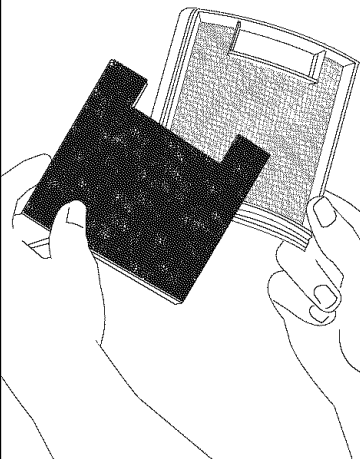

FIG. 16
**Step 3:** Remove foam from filter frame (FIG. 16). Shake filter frame and foam filter to remove excess dust. If necessary, the filter frame and foam filter can be rinsed in luke warm water and air dried.
**Étape 3 :** Retirez la mousse du cadre du filtre (FIG. 16). Secouez le cadre du filtre et la mousse pour enlever l'excès de poussière. Si nécessaire, le cadre du filtre et la mousse peuvent être rincés à l'eau tiède et séchés à l'air.
**Paso 3:** Quite el filtro de espuma (goma espuma) del armazón del filtro (FIG. 16). Sacuda el armazón del filtro y el filtro de espuma para quitar el exceso de polvo. De ser necesario, el armazón del filtro y el filtro de espuma pueden ser enjuagados en agua tibia y secados al natural.